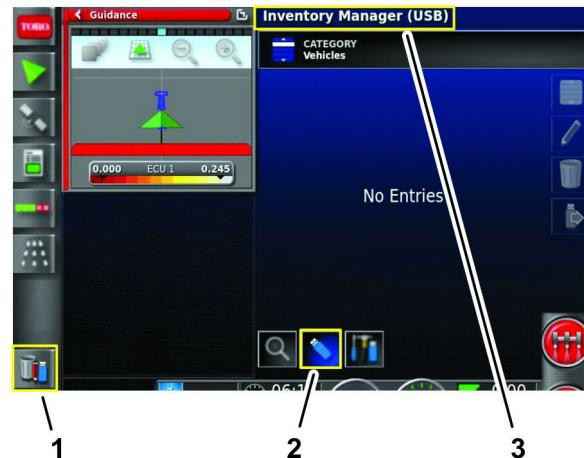

图 97
- 如果屏幕顶部的标题注明是库存处理器USB按切换视图图标图 97。
- 按“库存管理器”图标图 97。